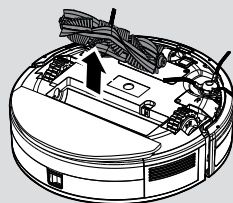

Abb. 18
3. Heben Sie die Bürstwalze an einem Ende nach oben. **[Abb. 18]**